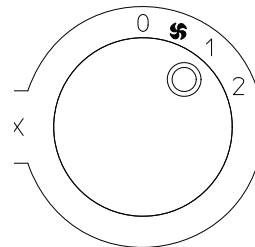

fig. 4
- Zur Aktivierung der Funktion **MINDESTLEISTUNG** drehen Sie den Knopf "B" (Abb. 1) so, dass der Bezug "I" mit dem Symbol "I" auf der Bedienkonsole (Abb. 4) zentriert ist.
- *Para activar la función POTENCIA MÍNIMA, gire la manija "B" (fig. 1) de tal forma que la referencia "I" quede alineada con el símbolo "I", presente en el panel de mandos (fig. 4).*